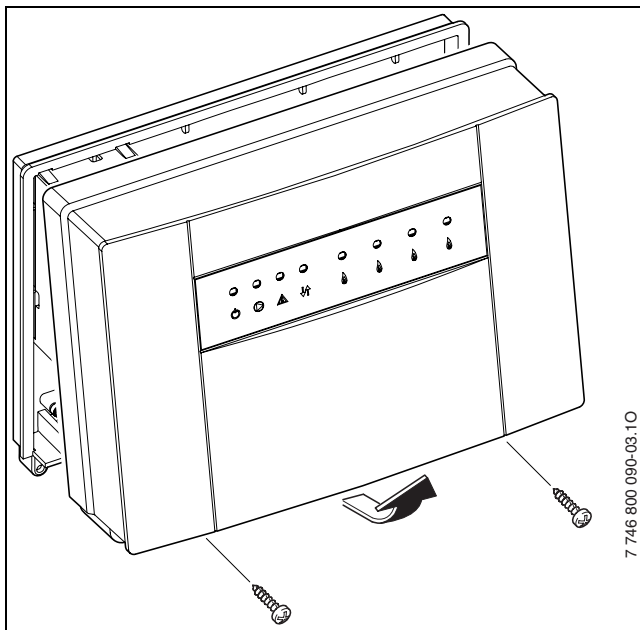

Bild 7 Deckel abnehmen
- ▶ 2 Schrauben unten am Modul MCM10 lösen, Deckel unten nach vorne ziehen und nach oben abnehmen (→ Bild 7).
- Gehäuse des MCM10 Führungsmoduls öffnen (→ Bild 7, Seite 11).